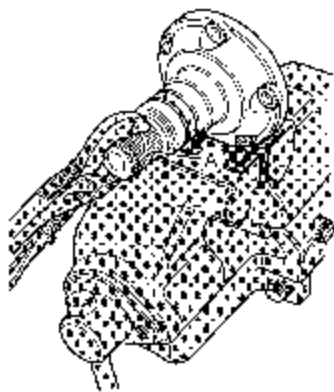

图 9-111 拆卸法兰轴卡簧
(6) 将法兰盘轴放在虎钳护口中, 然后夹紧虎钳, 用一只新的卡簧 A 把原先的卡簧从法兰轴的槽中压出来, 如图 9-111 所示。重新安装时必须换用新卡簧。